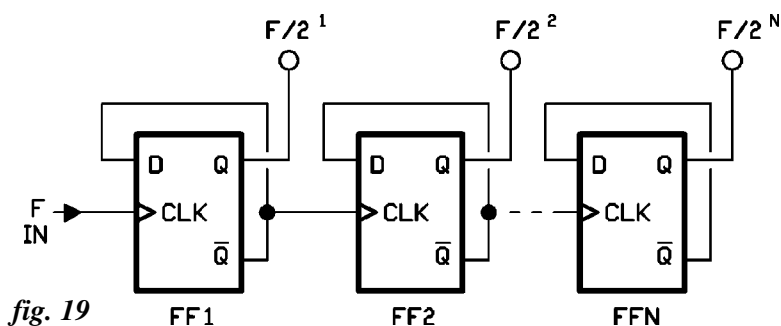

fig. 19
un livello logico alto al successivo, ad esempio all'uscita diretta (Q) passano due impulsi di clock: infatti, se l'uscita è inizialmente a zero, il primo impulso la fa andare a livello alto, il secondo a zero e il terzo nuovamente ad 1 logico, e così via; l'uscita assume quindi l'1 logico ogni due impulsi di clock. Sfruttando il principio di funzionamento dei flip-flop usati come divisori di frequenza è possibile, collegandone più di uno in cascata (vedi fig. 19) realizzare contatori binari capaci di contare fino a 2 elevato alla n, intendendo con n il numero di flip-flop impiegati. Un semplice contatore binario fino a 4 è quello visibile in figura 18, realizzato connettendo in cascata due F/F di tipo D connessi in modo latch. Per capire come funziona basta supporre di avere, inizialmente, le uscite dirette a zero logico; le /Q sono perciò ad 1 logico, quindi al ricevimento del primo impulso di clock il primo flip-flop porta il dato presente all'ingresso D sull'uscita Q, forzandola a livello alto.
il primo flip-flop commuta nuovamente e la sua uscita Q assume l'1 logico (cioè il livello che stava sul D) mentre la /Q torna a livello basso, portando con sé l'ingresso D: ora le uscite dirette dei due F/F sono entrambe a 1 logico (11=3) il che corrisponde al 3 espresso in forma binaria. Al quarto impulso di clock si invertono nuovamente i livelli alle uscite del primo flip-flop e lo zero precedentemente applicato all'ingresso D viene traslato alla Q, mentre la /Q riassume l'1 logico; ciò determina ancora un impulso di eccitazione al CLK del secondo flip-flop, la cui uscita diretta torna a zero logico e la /Q ad 1. Si torna quindi con le uscite nelle condizioni iniziali, cioè entrambe a 0. Questo semplice contatore può quindi contare fino a 4 diverse combinazioni logiche: 00 (zero) 01 (uno) 10 (due) 11 (tre). Va notato che più flip-flop in cascata dividono la frequenza di clock in rapporto al loro numero, cioè la divisione avviene per un fattore pari a 2 elevato alla n, dove n è ancora il numero di flip-flop (vedi fig. 19). Possiamo quindi concludere dicendo che più flip-flop in cascata costituiscono un contatore binario, ma anche un divisore di frequenza dalle cui uscite possiamo prelevare un segnale di frequenza pari a metà di quello di clock, oppure ad 1/4, ad 1/8, ecc.